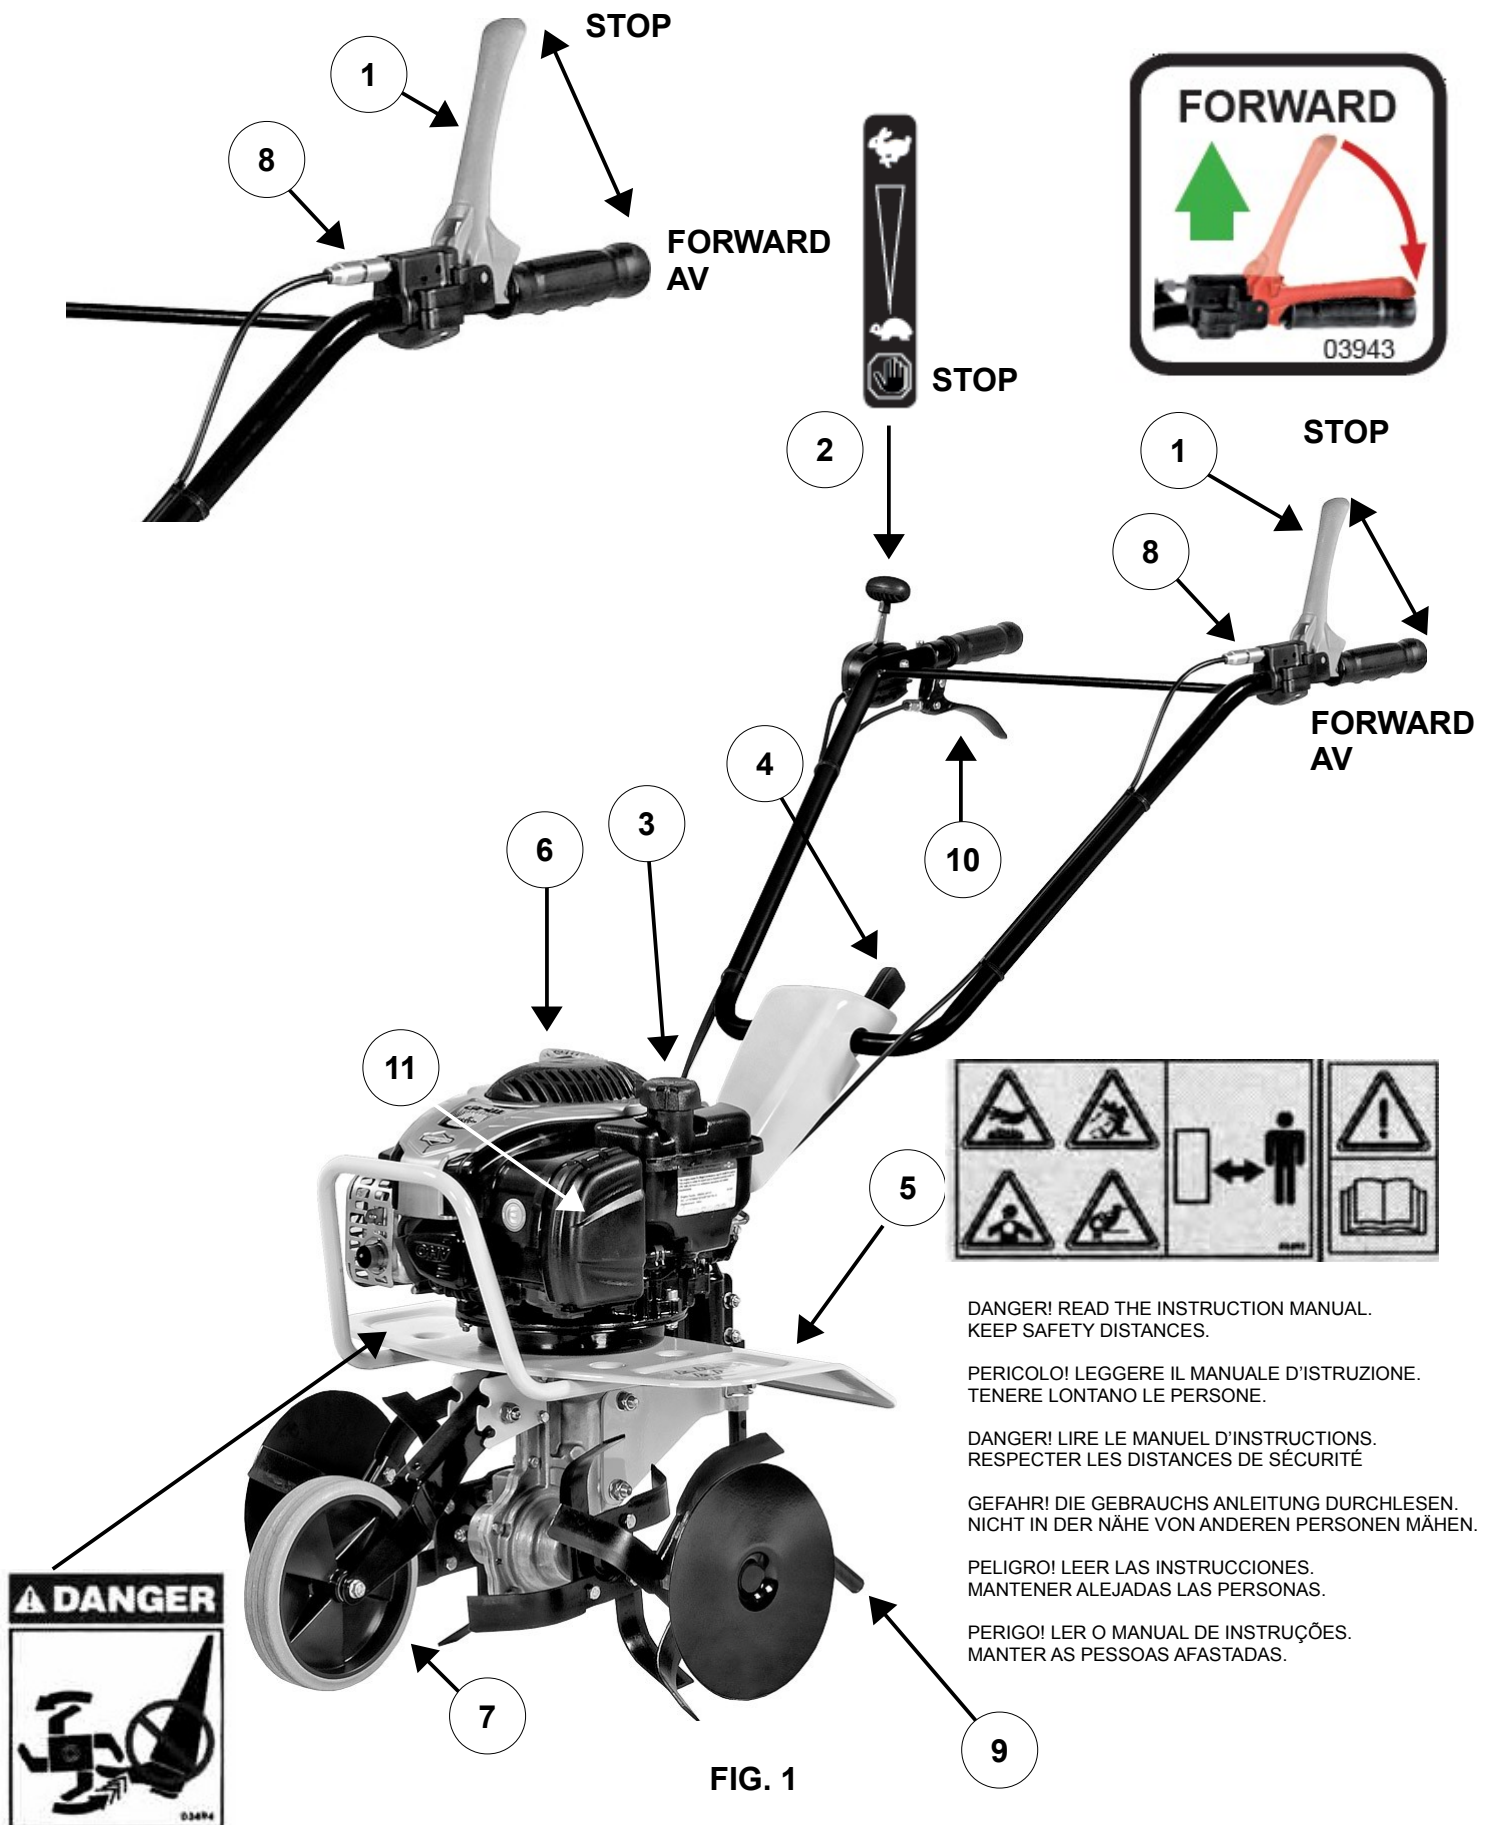

FIG. 1
- Llene el depósito de carburante (fig. 1 n.3).
- Arranque el motor tirando con fuerza el mando del autoenvolvente (fig. 1 n.6).
- Regule la altura del manillar moviendo el pomo correspondiente para adaptarlo a una mejor posición de trabajo (fig.1 n.4).
- Acelerar el motor (fig. 1, n. 2).
- Presionar la palanca de avance (fig.1 n.1): la máquina se pone en marcha.
- Para detener la máquina suelte la palanca de avance (fig.1 n.1)
- Regule la tensión del cable de avance moviendo el dispositivo de reglaje (fig.1 n.8) situado en la palanca.